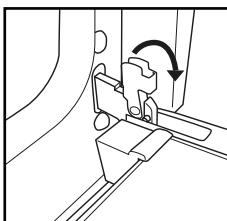

Fig. 1
2. Ridicați cele două dispozitive de oprire și împingeți-le în față până când se opresc (fig. 1).